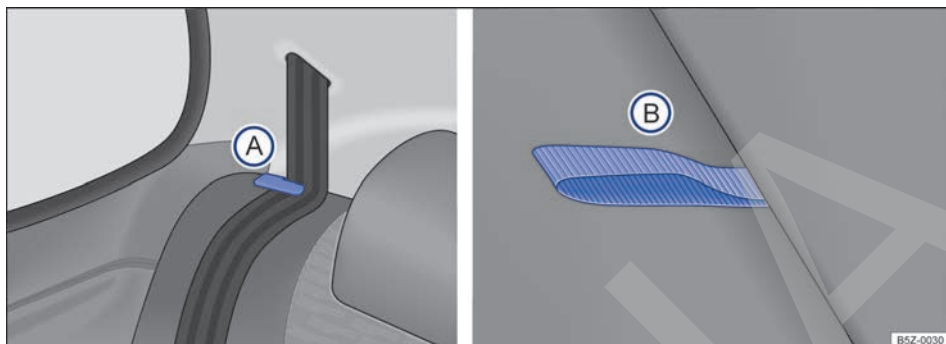

Fig. 74 Asiento trasero: posicionador para las bandas de los cinturones (A); manija para desbloqueo del respaldo (B).
- Encaje las bandas de los cinturones de seguridad en sus respectivos posicionadores → fig. 74 (A).
- Tire de la manija roja → fig. 74 (B) para desbloquear la fijación del respaldo del asiento y al mismo tiempo, tire el respaldo sobre el asiento, hasta bloquearlo. ▶
- Retire las bandas de los cinturones de seguridad de los posicionadores → fig. 74 A. Para los vehículos con cinturones de tres puntos fijos, vuelva a colocar las lengüetas en los cierres correspondientes.